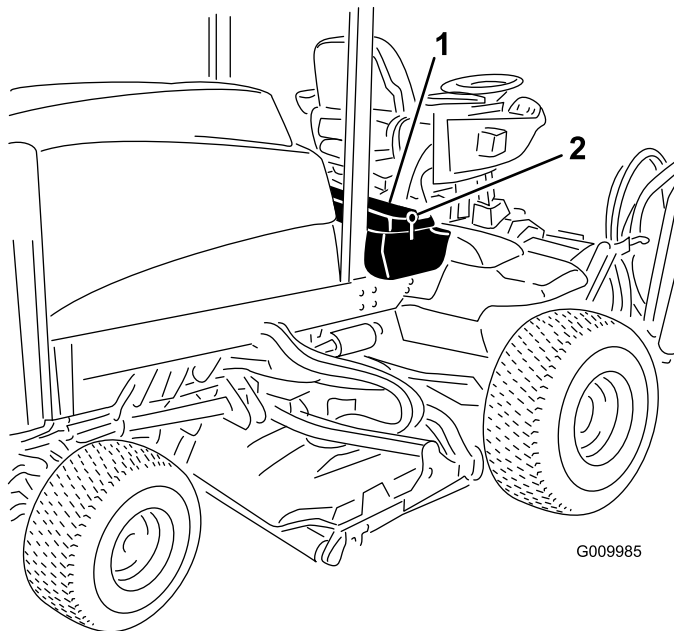

Рисунок 52
1. Откройте защелки и поднимите панель консоли оператора (Рисунок 52).